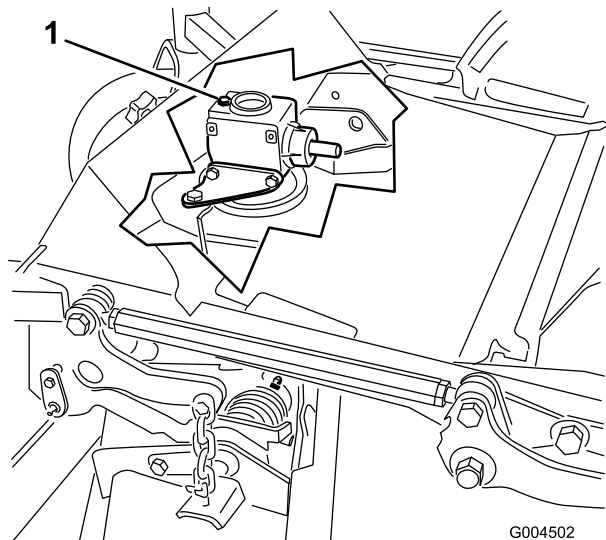

Figura 40
6. Retire la varilla/ tapón de llenado de la parte superior de la caja de engranajes (Figura 40) y asegúrese de que el lubricante está entre las marcas de la varilla.
6. Retire el tapón de llenado/varilla de la parte superior de la caja de engranajes (Figura 40).